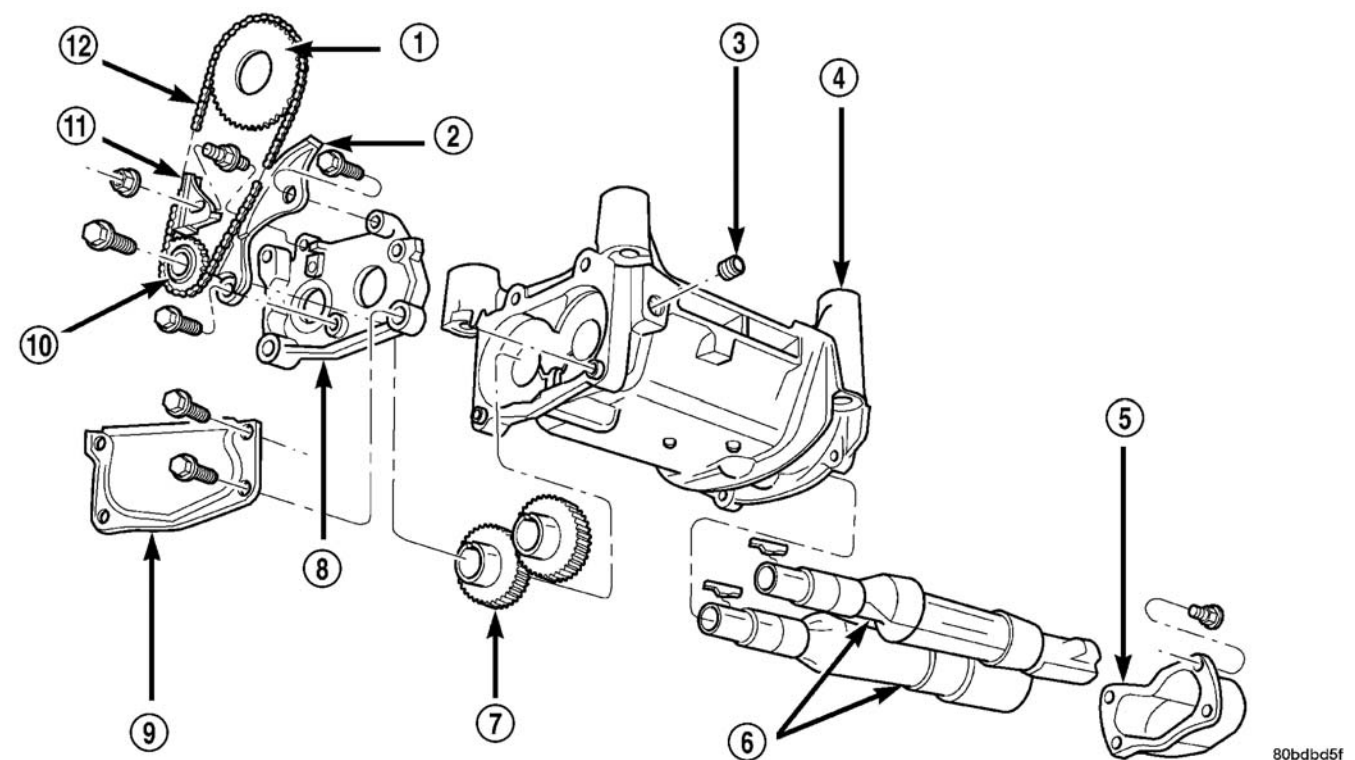

图 127 平衡轴与支承架组件
2.4 升发动机配备两个球墨铸铁平衡轴，安装于铸铝支承架，支承架连接至下气缸体（图 127）。
拆卸支承座时，下列零件仍保持不动：齿轮盖、齿轮、平衡轴与后护盖（图 127）。
(1) 在平衡轴已经安装在支承架中的情况下（图 127），将支承架置定在曲轴箱上，安装四个装接螺栓并紧固至 $54\text{N} \cdot \text{m}$ (40ft.lbs.)。